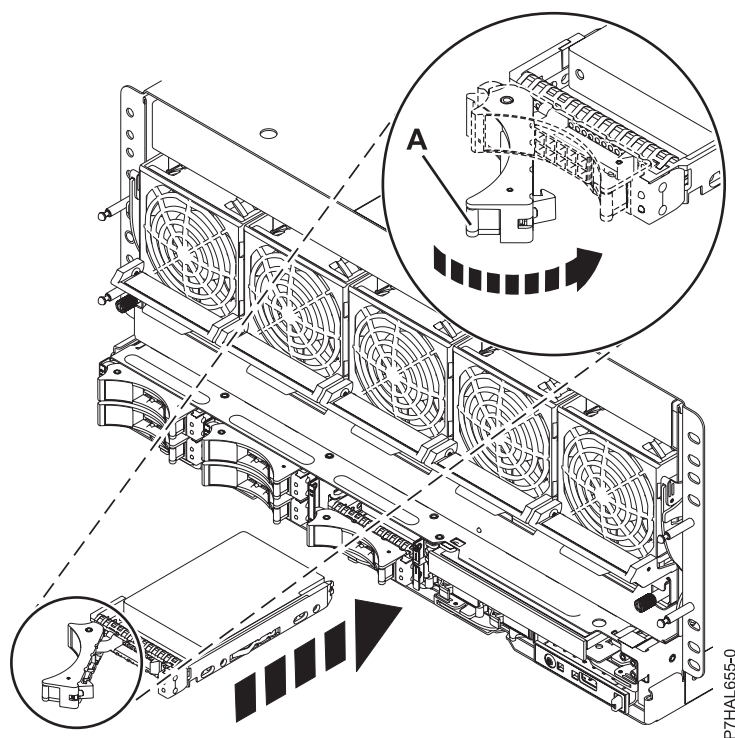

Figura 42. Substitució d'una unitat de disc al sistema
8. Quan el LED d'identificació es torni sòlid, inseriu del tot la unitat de disc o unitat d'estat sòlid en el sistema o unitat d'expansió i feu pressió a la nansa de la unitat (A) fins que quedi bloquejada, tal com es mostra a la Figura 42 a la pàgina 67.